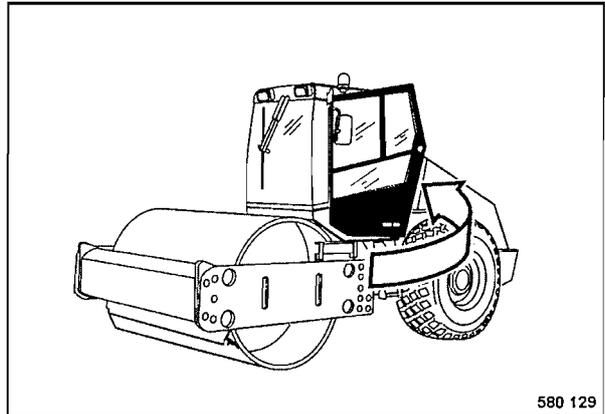

Fig. 34
- Cerrar la puerta de la cabina (Fig. 34).